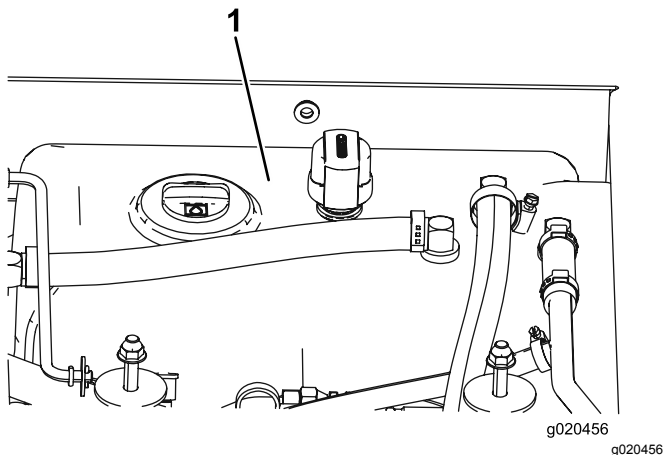

Bild 78
4. Füllen Sie den Hydraulikbehälter (Bild 78) mit Hydrauliköl, siehe Prüfen des Hydrauliköls (Seite 63).